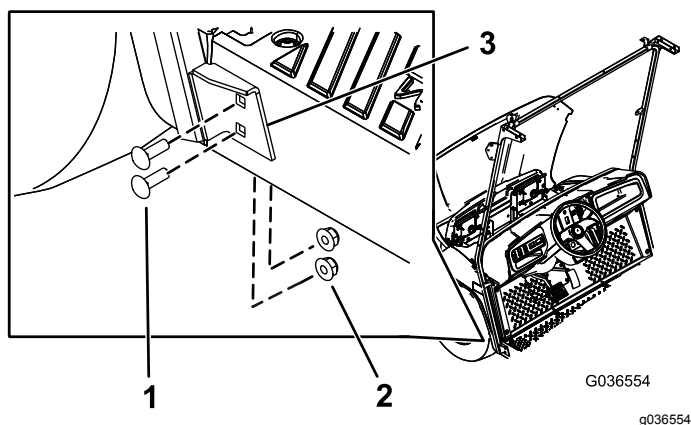

Figura 6
5. Prenda o suporte inferior do suporte do limpapára-brisas ao lado esquerdo da máquina utilizando quatro parafusos da carroçaria (5/16 pol. x 1 pol.) e quatro porcas flangeadas (5/16 pol.) nos furos que realizou no passo 2 (Figura 6).